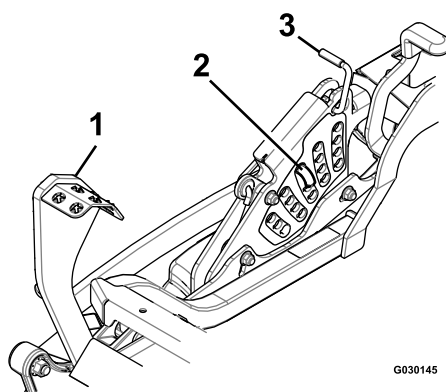

Figure 54
5. Enfoncez la pédale au maximum pour verrouiller le tablier à la position de transport de 14 cm (5,5 po) (Figure 54).